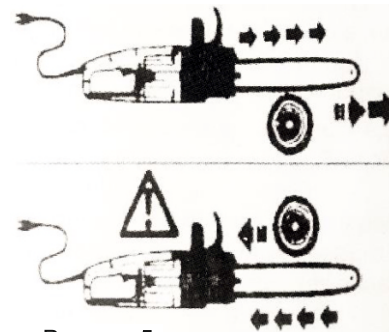

Рисунок 5
- При резке верхней стороной полотна и зажатии пильной цепи электрическая пила может быть отброшена в сторону оператора. Поэтому по возможности необходимо пилить нижней стороной полотна, т.к. при этом пилу тянет от корпуса оператора в сторону распиливаемого дерева (рис.5).